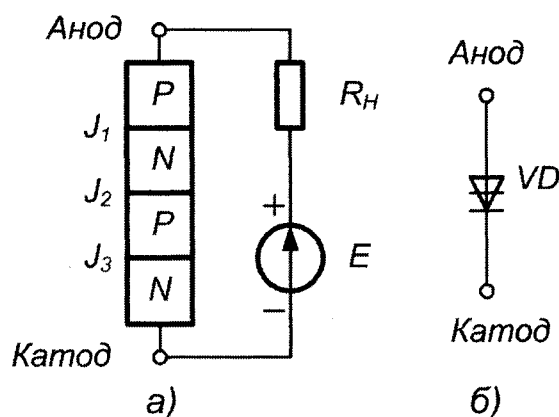

Рис. 5.1. Структура динистора (а) и его условное графическое изображение (б)
**Динистор** – это двухэлектродный прибор диодного типа, имеющий три  $p$ - $n$ -перехода. Крайняя  $p$ -область называется анодом, а другая крайняя  $n$ -область – катодом. Структура динистора приведена на рис.5.1, а, на котором  $p$ - $n$ -переходы обозначены как  $J_1$ ,  $J_2$  и  $J_3$ . Условное графическое изображение динистора показано на рис.5.1, б.
Если на анод подано положительное напряжение по отношению к катоду, то переходы  $J_1$  и  $J_3$  (рис.5.1, а) будут смещены в прямом направлении, а переход  $J_2$  – в обратном. В результате всё напряжение источника  $E$  будет приложено к переходу  $J_2$ .